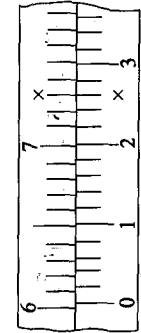

图2-2
2. 图2-2所示0.02 mm游标卡尺的读数是（ ）mm。